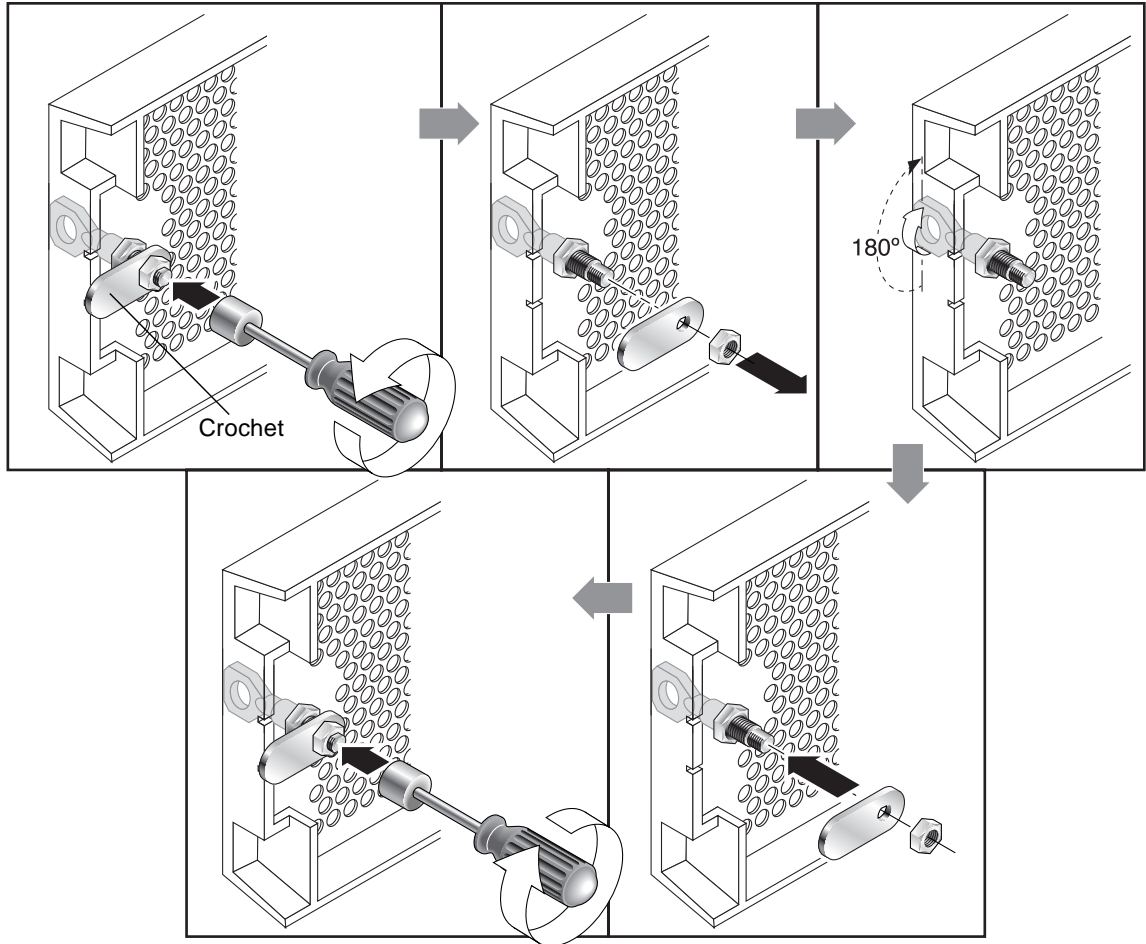

FIGURE 1-2 Séquence des étapes à suivre pour modifier les verrous du panneau frontal pour que les clés ne puissent pas être retirées
1. **Retirez le panneau frontal en faisant pivoter doucement les bras oscillants pour les faire sortir de leurs plots, et vérifiez que la clé est en position verrouillée, tandis que le crochet dépasse horizontalement le bord du panneau frontal (voir le premier panneau de la FIGURE 1-2).**
2. **Maintenez la clé en place et utilisez un tourne-écrou de 12-mm ou 3/8 pouces pour retirer l'écrou de blocage qui maintient le crochet, comme indiqué dans le premier panneau de la FIGURE 1-2.**
3. **Soulevez le crochet pour le retirer de la partie filetée du verrou, comme indiqué dans le deuxième panneau de la FIGURE 1-2.**
5. Utilisez la clé pour tourner le verrou de 180 degrés, comme indiqué dans le troisième panneau de la FIGURE 1-2
6. Remplacez le crochet dans le même sens qu'avant, comme indiqué dans le quatrième panneau de la FIGURE 1-2.
7. Maintenez la clé en place et utilisez un tourne-écrou pour resserrer l'écrou de blocage qui maintient le crochet, comme indiqué dans le cinquième panneau de la FIGURE 1-2. Faites attention à ne pas fausser l'écrou.